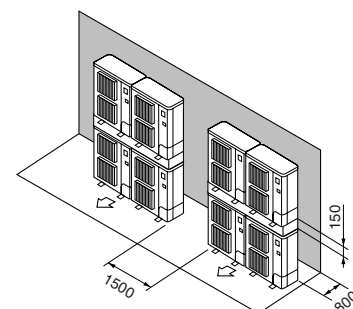

Fig. 2-14
- ⑦ Disposizione unità sovrapposte (Fig. 2-14)